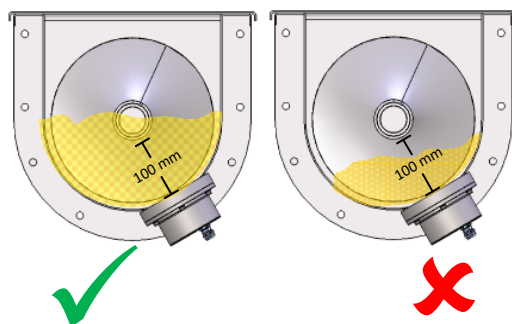

Figure 7: niveau du matériau dans un convoyeur à vis
- Maintien d'un niveau de remplissage stable, en veillant à ce que la profondeur du matériau devant le disque en céramique de la sonde reste supérieure à 100 mm à tout moment (voir Figure 7).